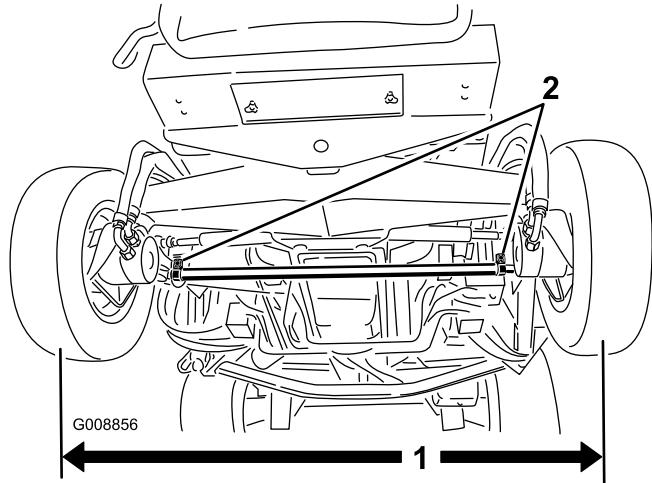

図 75
2. 調整は、まずタイロッド両端のクランプをゆるめる(図 75)。
1. 後輪の前と後ろで、左右のタイヤの中央線間距離を測る(アクスルの高さ位置で計測)(図 75)。前での測定値が、後ろでの測定値より小さく、その差が 3mm を超えなければ合格とする。